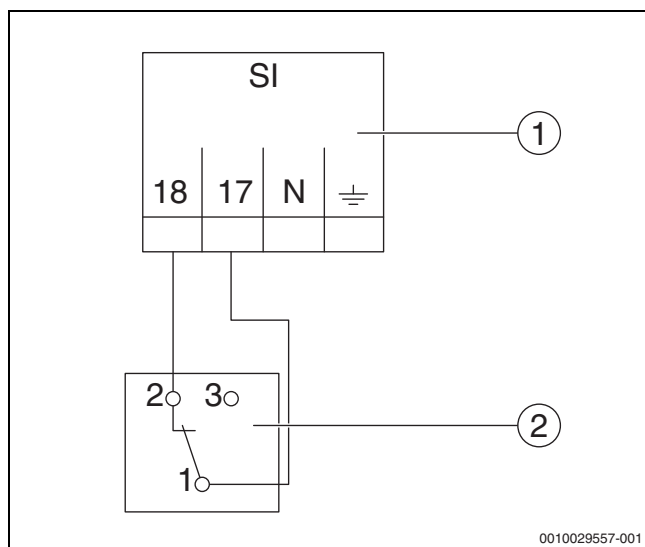

Bild 6 Externe Sicherheitseinrichtung anschließen
- ▶ Drähte nach Bild 6 und Anschlussplan anschließen.